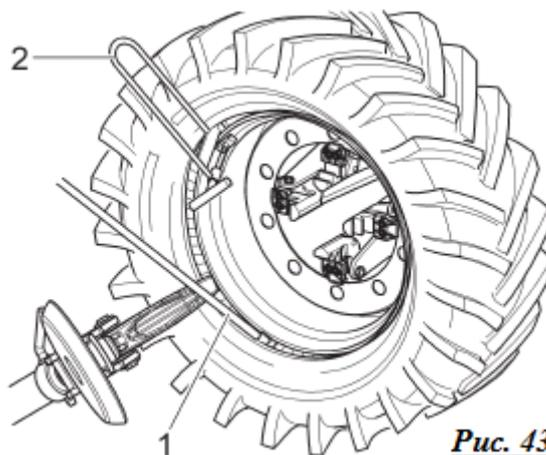

Рис. 43
- Поворачивайте зажимное устройство по часовой стрелке до тех пор, пока рычаг (рис. 43, с. 1) не будет введен в корпус крючкового держателя.
- Поверните зажимный узел с помощью рычага (рис. 43, с. 1) и закрепите его до полной установки наружного обода шины.
- Снимите рычаг (рис. 43, с. 1), захват (рис. 43, с. 2) и извлеките крючковый держатель, повернув зажимное устройство против часовой стрелки и извлекая его наружу.